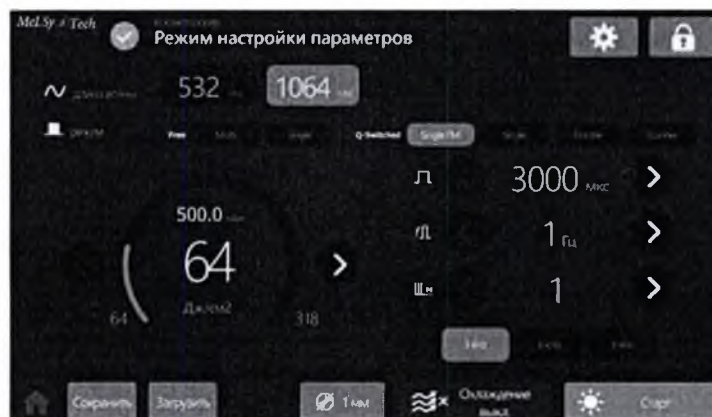

Рис. 5.42 – Основное меню программы
5.11.1 Для сохранения необходимых режимов работы выберите интересующие Вас параметры и нажмите кнопку **Сохранить** в левом нижнем углу экрана (рис. 5.42).